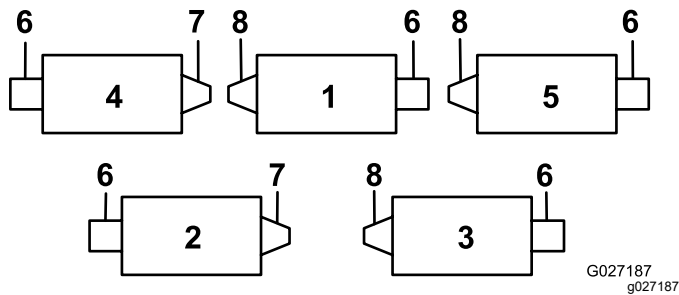
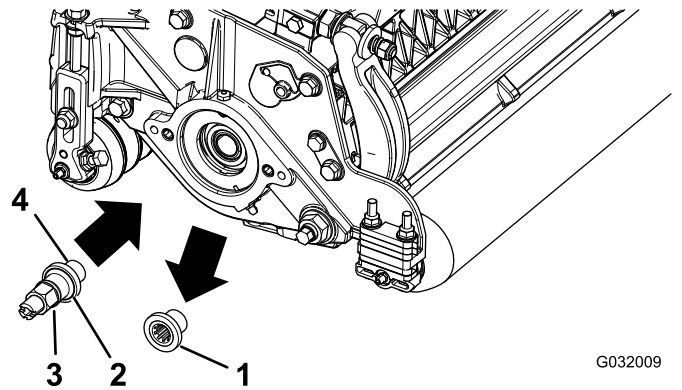

Bild 1
Bild 2
Bei allen Mähwerken ist das Gegengewicht für den Versand an der linken Seite des Mähwerks montiert. Legen Sie die Position der Rollenbürste und der Spindelmotoren mit Bild 1 fest.
6. Entfernen Sie den Gewindeeinsatz am Mähwerk für den Heckrollenbürstenantrieb (Bild 1) und werfen ihn weg (Bild 2).
Hinweis: Linke Einsätze befinden sich an den Mähwerken Nr. 1, Nr. 3 und Nr. 5 (Bild 1).
8. Tragen Sie Gewindesperrmittel auf das Antriebswellengewinde (Bild 2) auf; montieren Sie die Antriebswelle und ziehen sie mit 115-128 N·m an.